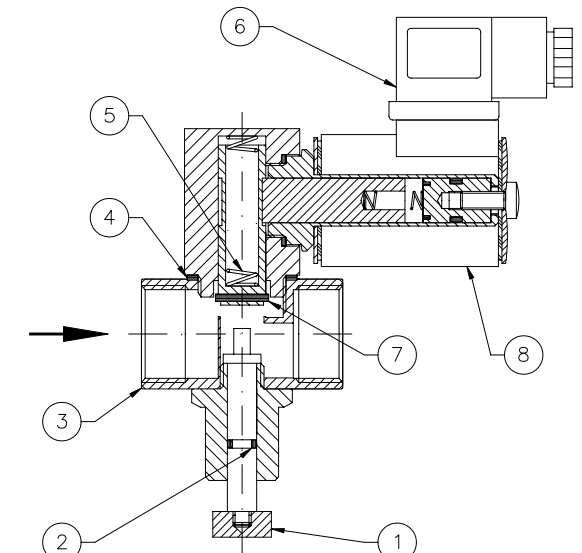

Fig. 2 Componenti elettrovalvola 6 bar con attacchi DN 15 (1/2) .. DN 50 (2) DN 15 (1/2) .. DN 50 (2) 6 bar connections electro-valve components
- Avec attaches DN 15 (1/2") .. DN 50 (Fig. 2)
- **Con attacchi DN 15 (1/2") .. DN 50 (Fig. 2)** premere il perno di riarmo (1)*
- **With DN 15 (1/2") .. DN 50 connections (Fig. 2)** push the reset pin (1)*